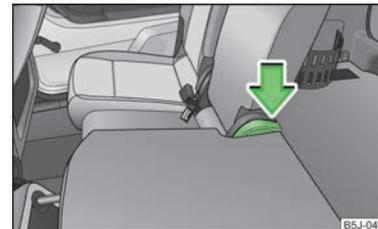

Abb. 43
- › Den Hebel » Abb. 43 drücken und die Sitzlehne zurückklappen. Durch Ziehen sicherstellen, dass die Sitzlehne eingerastet ist.